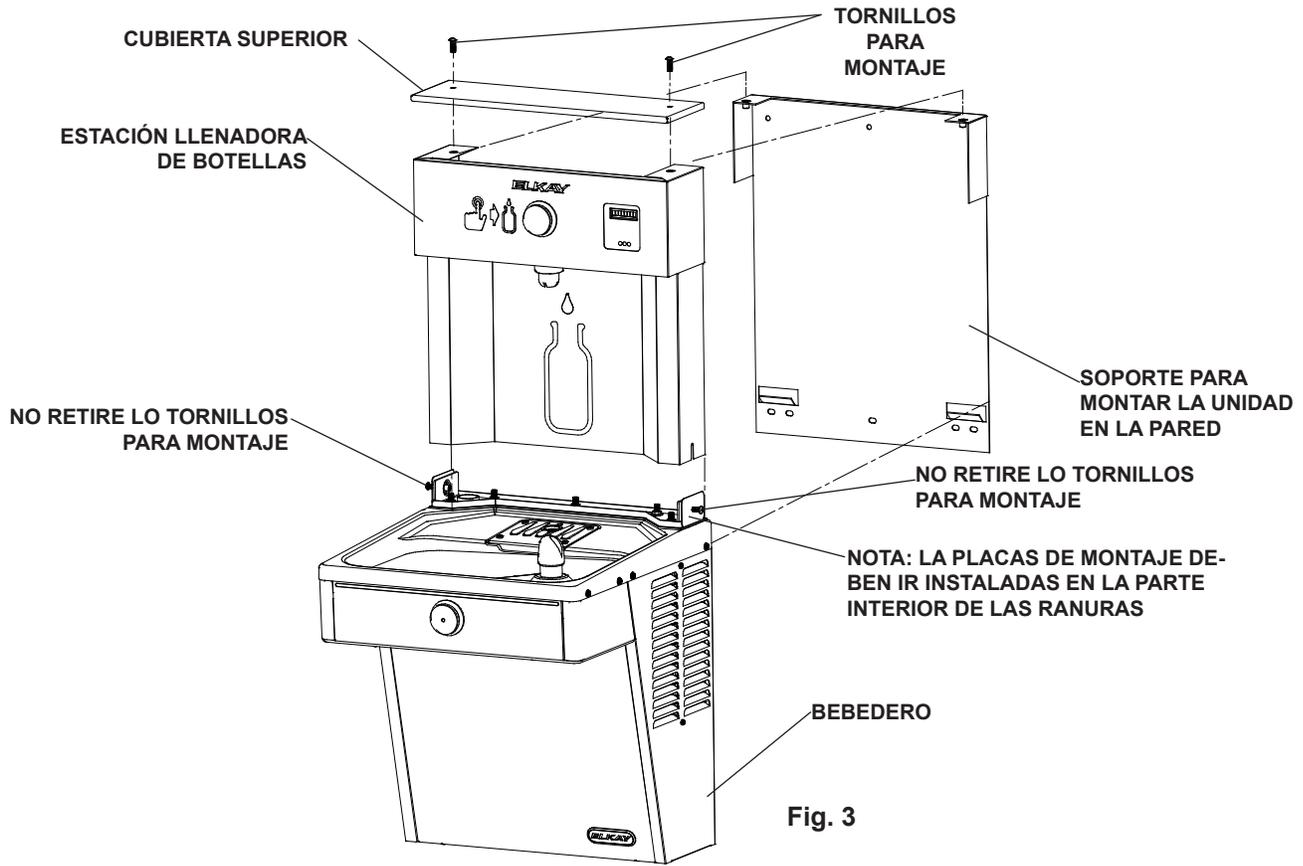

Fig. 3
- 4) **Una vez que haya pasado el cable de alimentación,** el conducto de agua y los cables del botón de reinicio por el orificio, coloque la estación de llenado de botellas en los soportes de la tarja. (Vea la Fig. 3). Asegúrese de haber instalado correctamente la estación de llenado sobre la junta de la tarja.
- 5) **Una vez que haya colocado la estación de llenado** en el soporte de montaje de la tarja, apriete los dos tornillos (incluidos) en cada lado de la estación de llenado. Instale la cubierta superior en la estación de llenado de botellas (Fig. 3) con los dos tornillos para montaje (incluidos). Precaución, no apriete demasiado los tornillos.